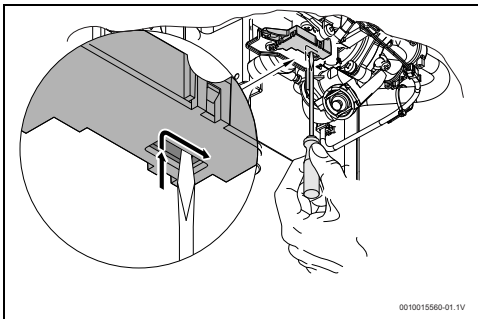

Bild 29 Rücksetzen des Mikroschalters
- Mikroschalter gemäß Abb. 29 positionieren.